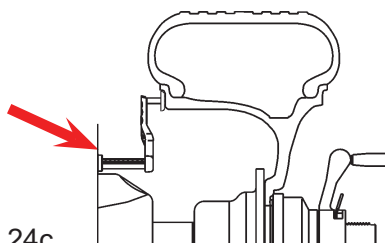

Figura 24c
- Mueva el brazo del medidor de la distancia hasta tocar el borde interior de la rueda donde se van a colocar los pesos y lea la escala del medidor de la distancia. Vea la figura 24c. Pulse el botón manual **Offset** rueda (O) y después las teclas +/- hasta que aparezca el valor deseado en la pantalla.